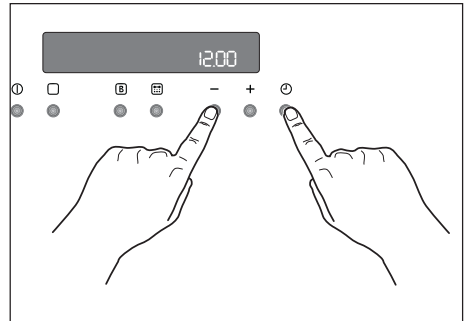

Fig. 15
2. Appuyez simultanément sur les touches  et "". Une alarme sonore de courte durée retentit et 12:00 s'affiche à l'écran (Fig. 15).